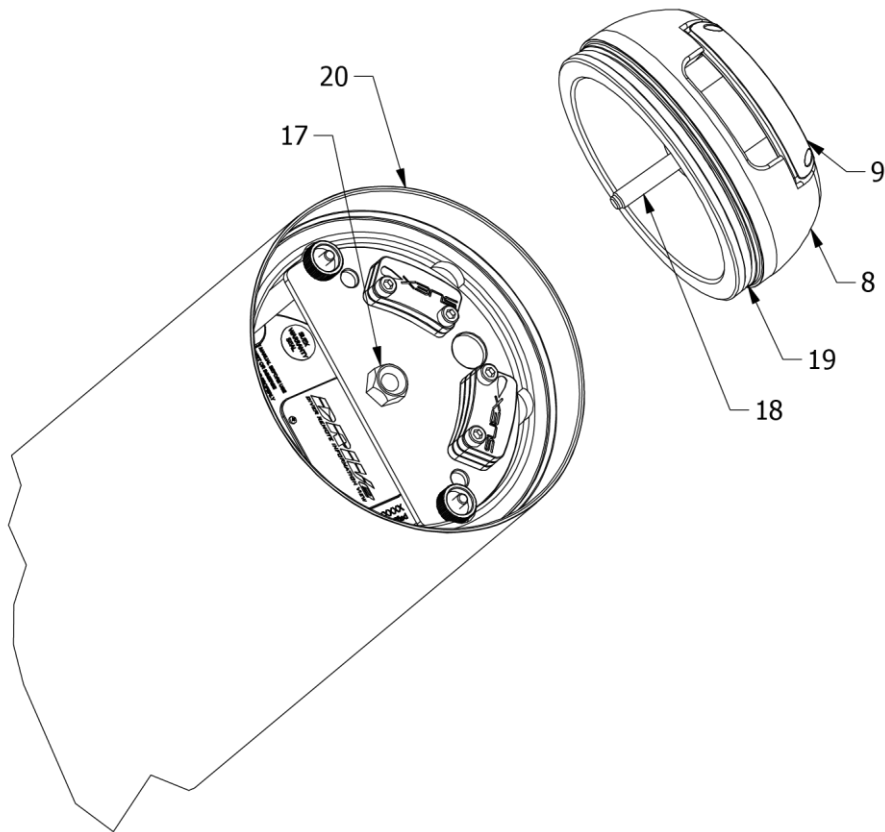

Fig.6 - Chiusura del vano batteria
Sempre con lo Scooter in posizione verticale sulla protezione, controllare attentamente che la guarnizione OR di chiusura (19 - Fig.6), sia inserita nella propria sede, pulita ed adeguatamente lubrificata con olio di vaselina. Verificare la pulizia anche della sede del corpo (20), eventualmente passare un panno in microfibra pulito per eliminare polvere o sabbia. Fissare il musone (8) facendo combaciare la vite (18) con il foro (17). Ruotare in senso orario il volantino (9) fino a chiusura completa senza stringere troppo usando la sola forza di due dita.